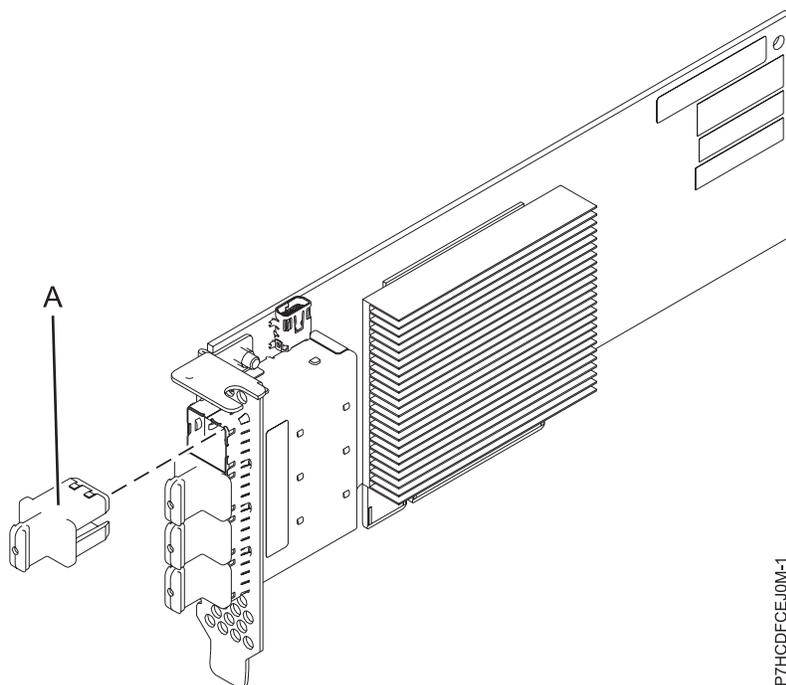

Figure 6. Carte PCIe3 LP à 4 ports SAS x8
dans différentes configurations étroites et larges de ports. Le raccordement de bande magnétique n'est pris en charge qu'avec une configuration de carte unique et ne peut pas être combiné avec un disque SAS sur la même carte. L'adaptateur ne dispose pas d'un cache en écriture. La figure 6 illustre la carte PCIe3 LP à 4 ports SAS x8.
La figure 6 représente la carte. Le capuchon du connecteur (A) est installé dans un port vide et empêche que ce port ne soit endommagé lorsqu'un câble d'un connecteur de port adjacent est branché ou retiré.